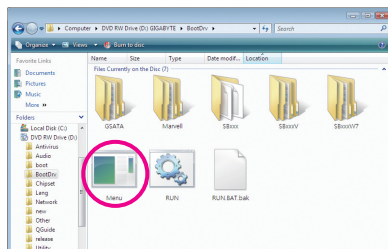
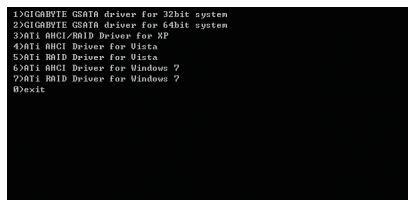

Figure 3
Figure 4
- 2: A partir de votre lecteur de disques optiques, double-cliquez sur le fichier Menu.exe dans le dossier BootDrv (Figure 3). Une fenêtre Commande d'invite similaire à celle dans Figure 4 apparaîtra.
- 3: Insérez la disquette vierge formatée. Sélectionnez le pilote du contrôleur en appuyant sur la lettre correspondante dans le menu et appuyez sur <Enter>. Par exemple, dans le menu de la Figure 4,